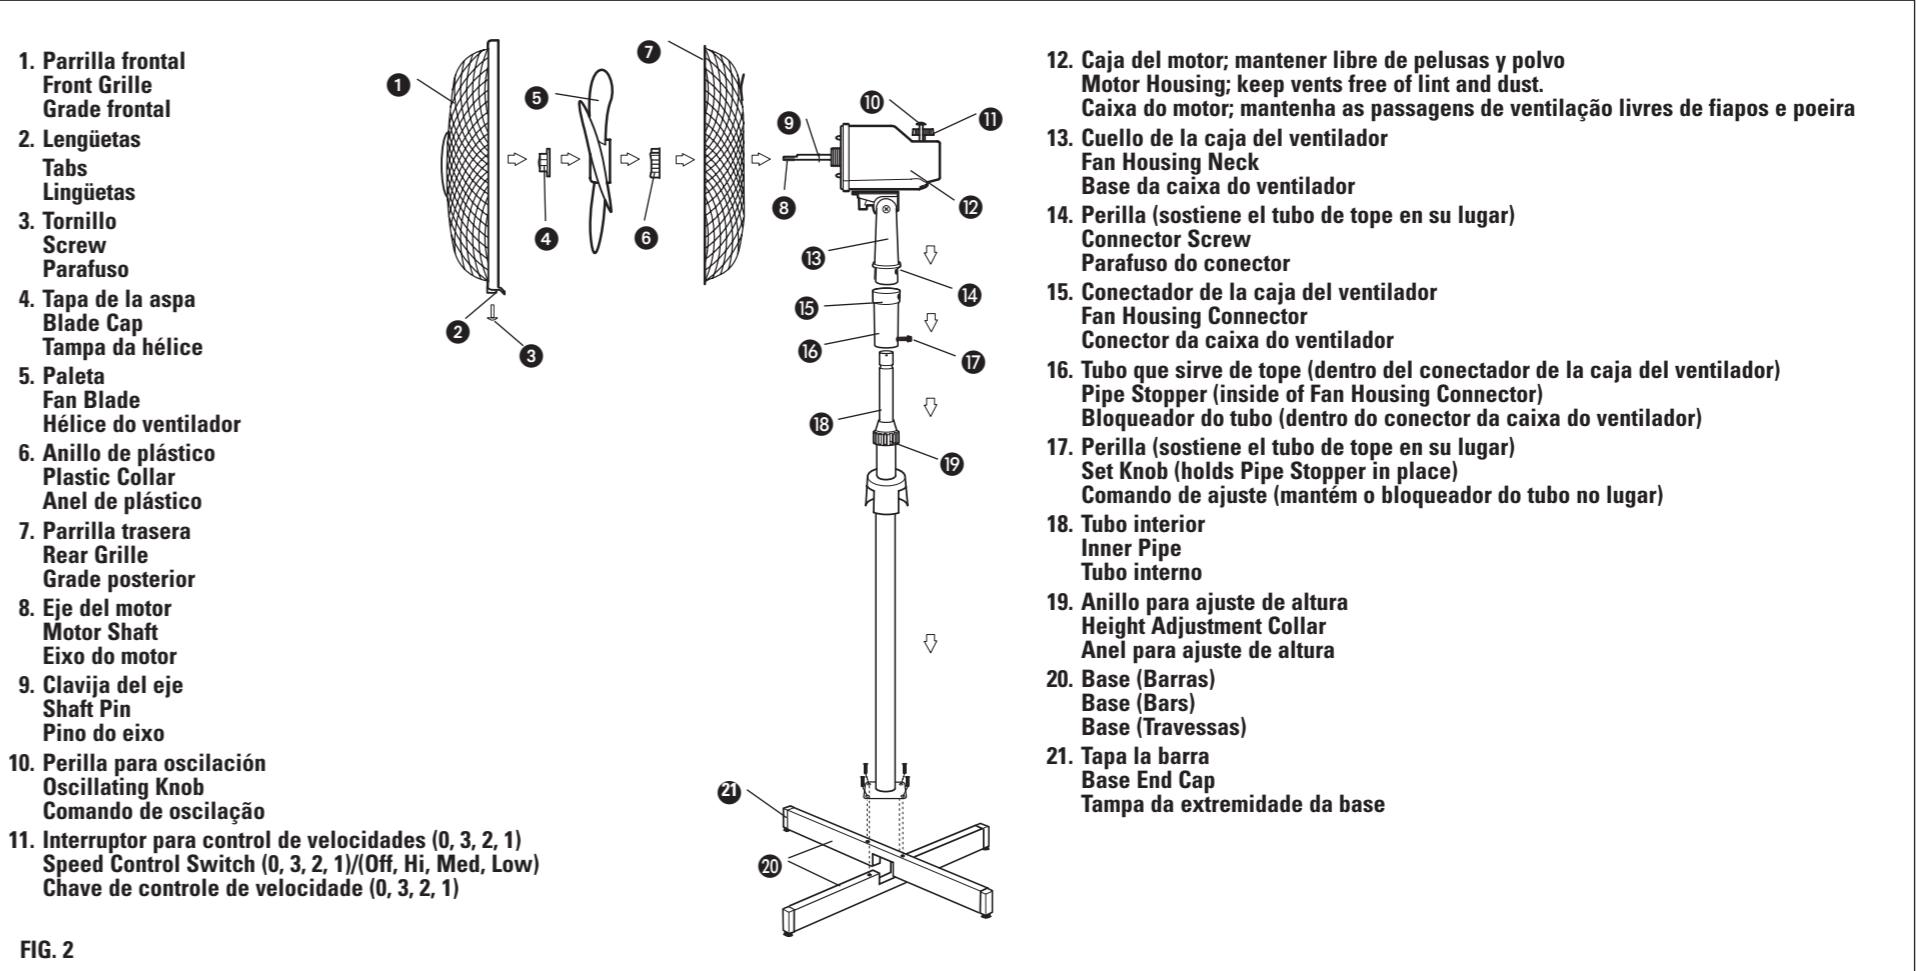

FIG. 2
- PRECAUCIÓN:** Nunca retire la perilla para fijar, la cual sostiene en su lugar el tubo que sirve de tope (ver Fig. 2).
7. Coloque la aspa en el eje de la caja del motor, concordando la ranura de la parte de atrás de la aspa con la clavija del eje (Fig. 2). Asegure la aspa con la tapa, dándole vuelta hacia la izquierda para ajustarla.
PARA LIMPIAR: Antes de limpiarlo, apague el ventilador y desenchúfelo. Sacuda el exceso de polvo con un paño libre de pelusas. Para asegurar una adecuada circulación de aire al motor, mantenga los orificios ubicados en la parte de atrás del motor libre de acumulación de polvo. Una aspiradora puede ser usada para limpiar estos orificios. No sumerja el ventilador en agua o cualquier otro líquido. Desensamble las parrillas y la paleta (Fig. 2). Las parrillas y la paleta pueden ser limpiadas con agua y jabón. Use un paño suave ligeramente humedecido para limpiar el resto de las partes del ventilador. No deje que agua ningún otro líquido entre en el motor o la base. Ensamble nuevamente el ventilador después de que las parrillas y la paleta estén completamente secas. No lo enchufe hasta que se encuentre completamente ensamblado.
- CAUTION:** Never remove the set knob, which holds the pipe stopper in place (See Fig. 2).
7. Insert the blade onto the motor shaft, matching the slot on the back of the blade with the shaft pin (Fig. 2). Secure blade with blade cap, turning counterclockwise to tighten.
TO CLEAN: Before cleaning, turn off fan and unplug from electrical outlet. Wipe off excess dust with a lint-free cloth. To ensure adequate air circulation to the motor, keep vents located at the rear of the motor housing free from dust accumulation. A vacuum cleaner hose can be used to clean these vents. Do not submerge your fan in water or any other liquid. Disassemble grilles and blade (Fig. 2). Grilles and blade may be cleaned with mild soap and water. Use a soft, slightly damp cloth to wipe the remaining fan parts. Do not allow water or any other liquid to get into the motor housing or base. Reassemble fan after grilles and blade have dried completely. Do not plug fan into electrical outlet until it has been fully reassembled.
- CUIDADO:** Nunca remova o comando de ajuste, uma vez que este mantém o bloqueador do tubo no lugar (Veja a Fig. 2).
7. Insira a hélice no eixo do motor, combinando a fenda na parte posterior da hélice com o pino do eixo (Fig. 2). Prenda a hélice com a tampa da hélice, girando no sentido anti-horário para apertar.
PARA LIMPAR: Antes de limpar, desligue o ventilador e retire o plugue da tomada. Retire o excesso de poeira com um pano limpo, que não solte fiapos. Para garantir uma circulação de ar adequada para o motor, mantenha as passagens de ventilação localizadas na parte posterior da caixa do motor livres do acúmulo de poeira. Uma mangueira de aspirador pode ser utilizada para limpar essas passagens de ventilação. Não coloque o ventilador na água nem em qualquer outro líquido. Desmonta as grades e a hélice (Fig. 2). As grades e a hélice podem ser limpas com sabão suave e água. Use um pano macio e levemente encharcado para limpar as partes restantes do ventilador. Não permita que água ou qualquer outro líquido penetre na caixa do motor ou na base. Monte novamente o ventilador depois que as grades e a hélice estiverem completamente secas. Não conecte o ventilador à tomada antes que termine de montá-lo completamente.